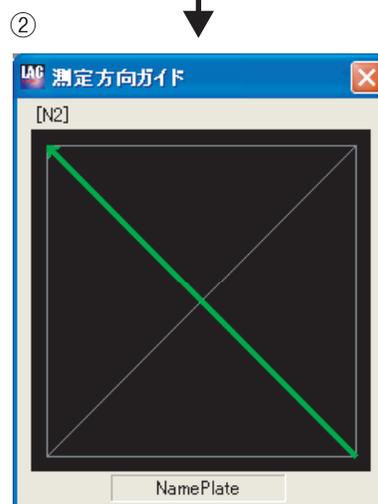

図5-9-21
- ② [N2] 測定値を測定中の測定方向ガイド表示(図5-9-21)